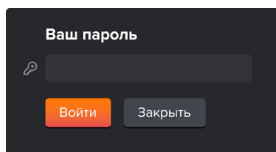

Рис. 2 — Окно ввода пароля экрана «Состав и характеристики набора»
8.1.2 С экрана «Состав и характеристики набора» нажать кнопку «Разблокировать (Заблокировать)» (см. Рис. 2) и ввести пароль 9814507. После данной процедуры информация будет защищена от изменений.